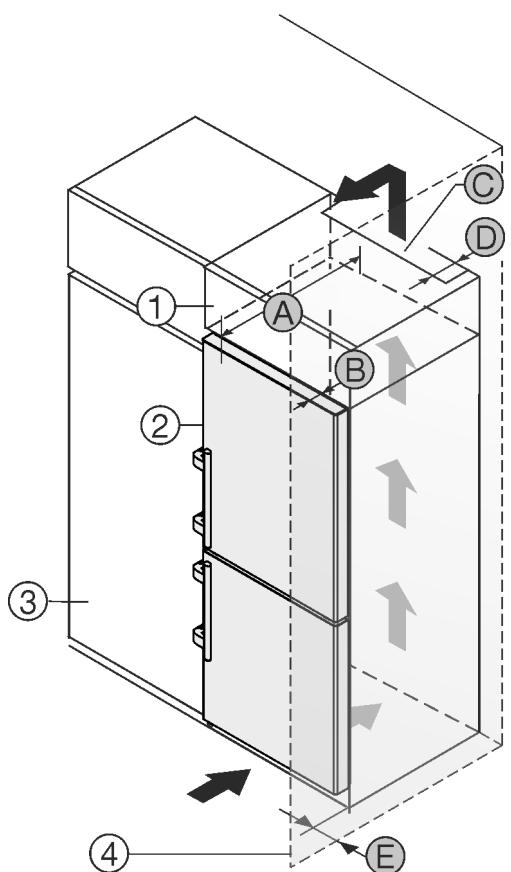

Fig. 47
此冰箱可安装在厨柜内。为了使冰箱 Fig. 47 (2)与厨柜高度一致，可在冰箱上面放置一个附加柜 Fig. 47 (1)。
如果冰箱直接安放在厨柜 Fig. 47 (3)旁边，至少需要与冰箱保持 5cm 的距离。为了能完全打开门，冰箱必须凸出厨柜正面一定深度 Fig. 47 (B)。根据厨柜的深度，使用壁距调整垫片可以使冰箱更为凸出。
- 在附加柜背面必须有一个竖风道，其深度 Fig. 47 (D)应超过整个附加柜宽度。
- 盖板下必须保有通风横截面 Fig. 47 (C)。
如果将带铰链的冰箱放置在墙壁 Fig. 47 (4)边，冰箱和墙壁必须保有距离 Fig. 47 (E)。这取决于冰箱门打开时把手与墙壁的距离。